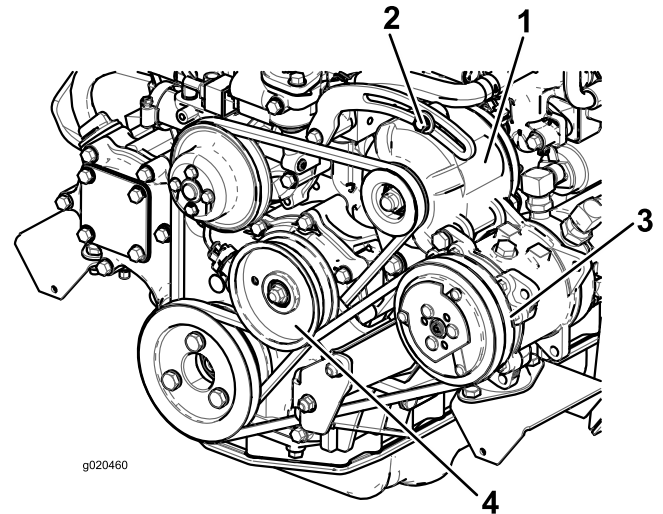

Figura 69
Verifique o estado e a tensão da correia (Figura 69) após cada 100 horas de funcionamento.
2. Se a deslocação obtida não for igual a 10 mm, deve desapertar os parafusos de montagem do alternador (Figura 69). Aumente ou diminua a tensão da correia do alternador e aperte os parafusos. Verifique uma vez mais a deslocação da correia para se certificar de que a tensão está correcta.
(Figura 69). Aumente ou diminua a tensão da correia do compressor e aperte o parafuso. Verifique uma vez mais a deslocação da correia para se certificar de que a tensão está correcta.